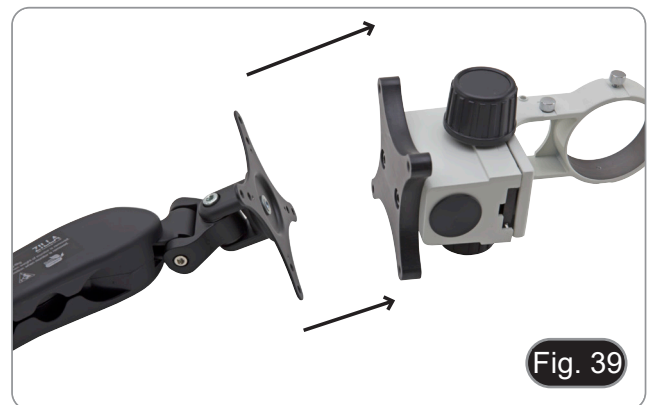

Fig. 39
10. Montieren den Fokus mit den mitgelieferten Schrauben und dem Inbusschlüssel am Arm. (Fig. 39)